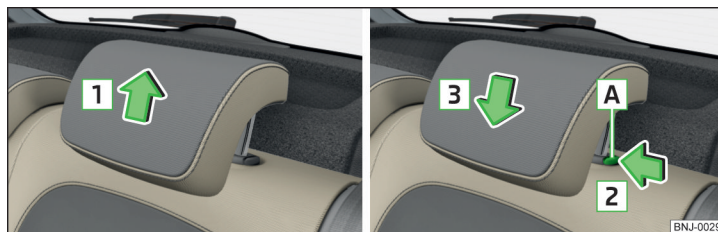

Fig. 61 Poggiatesta: spostamento verso l'alto / spostamento verso il basso
- Spostare il poggiatesta nel senso indicato dalla freccia **1** » fig. 61.
- Premere il tasto di sicurezza **A** e tenerlo premuto in direzione della freccia **2** » fig. 61.